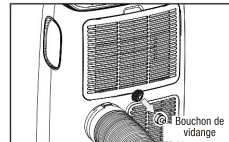

Fig. 27
En cas de condensation excessive d'eau à l'intérieur de l'appareil, l'appareil s'arrête de fonctionner et affiche (RÉSERVOIR PLEIN comme indiqué dans AUTO-DIAGNOSTIC). Cela indique que la condensation de l'eau doit être évacuée en utilisant les procédures suivantes : Vidange manuelle (Fig.27).
2. Retirez le bouchon de vidange (Fig.27). Pendant que vous effectuez cette opération, de l'eau résiduelle peut s'égoutter ; préparez donc un bac pour recueillir l'eau.